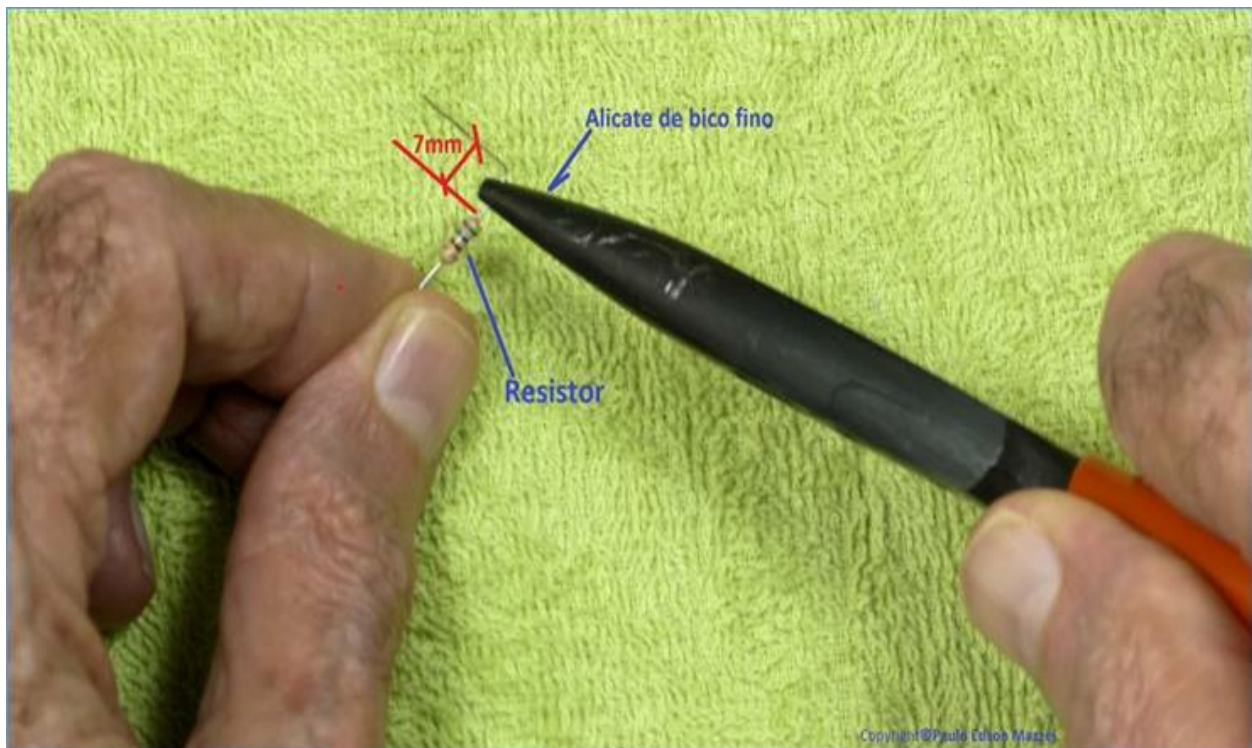

Figura 64 - Dobrando o terminal do resistor de 560Ω .
- d.** Dobre os terminais do resistor e corte uma parte dos mesmos. Cerca de 7mm, conforme ilustra **figura 64**. Estas medidas são aproximadas e você pode mudá-las. Experimente...